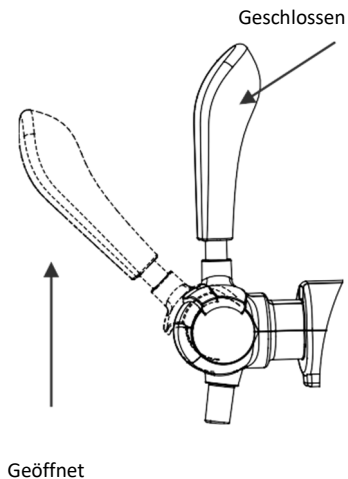

Abbildung 12
Hinweis: Stellen Sie sicher, dass der Zapfhahn geschlossen ist, wenn Sie den Schlauch und den Adapter verbinden. (Abbildung 12)
6. Ziehen Sie den Zapfhahngriff um 45 Grad, um das Bier aus dem Hahn fließen zu lassen. (Abbildung 12) Die Bierdurchflussrate und die Kohlensäure können durch Einstellen des Druckreglerknopfs gesteuert werden.